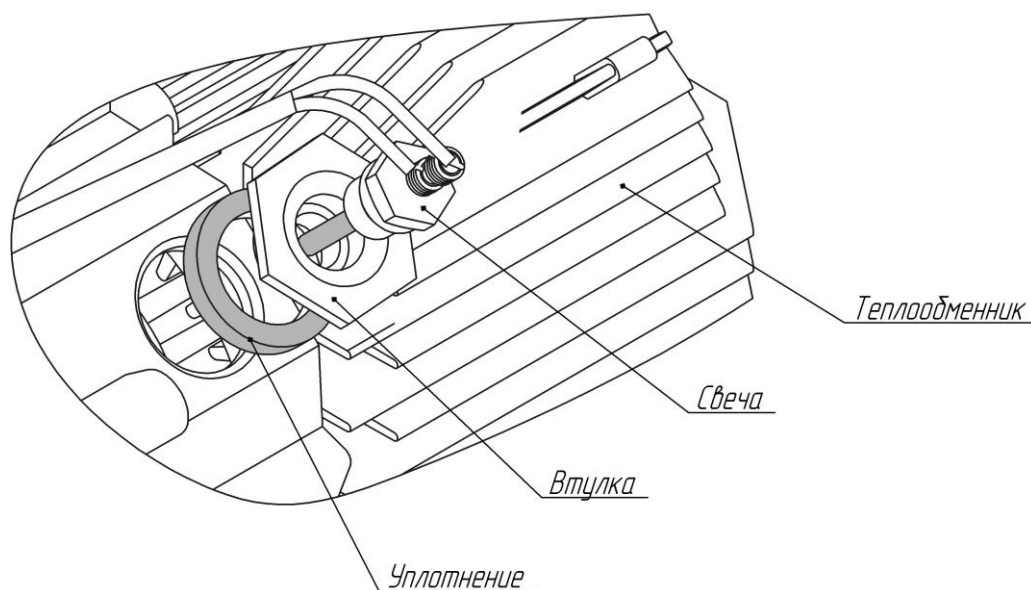

Рис. 4 – Свеча с монтажным комплектом
- вывернуть свечу (ключом S 27 удерживать втулку, ключом S 12 вывернуть свечу) рис.4;
Сетка предназначена для равномерной подачи топлива в камеру сгорания. При замене или проверке свечи необходимо проверять и сетку на наличие нагара или засорения. При обнаружении нагара сетку необходимо заменить. Для демонтажа сетки необходимо ключом S 27 выкрутить втулку (рис.4) и вынуть сетку из камеры сгорания. Установить с помощью оправки (рис. б) в штуцер камеры сгорания согласно рис.5 до упора (сетка должна коснуться испарителя в камере сгорания). Перед установкой сетки в штуцер необходимо прочистить отверстие  $\varnothing 2,8$  мм (от возможного засорения), которое расположено на боковой цилиндрической поверхности штуцера.
- выкрутить свечу и втулку (рис. 4);